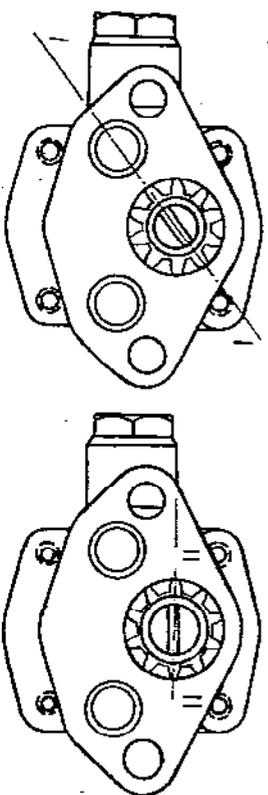

Abbildung 19:
Leichtes Anspringen des kalten Motors erfordert, daß die Luftklappe dicht geschlossen, die Drosselklappe aber dabei etwas geöffnet ist. Das geschieht automatisch durch die Stange 2 (Abbildung 19), die den Befüllungsmechanismus der Luftklappe mit dem mit einem Nocken versehenen Hebel 3 verbindet, der die Drosselklappe etwas öffnet. Die Einstellung des Leerlaufes wird bei warmem Motor nach Überprüfung der Zündung durchgeführt. Dafür sind zwei Schrauben vorgesehen (Abbildung 19): die Schraube 4 am Drosselklappenhebel reguliert die Menge und die Schraube 5 die Gemischzusammensetzung. Beim Hineindreuen der Schraube 4 wird die Drosselklappe geöffnet und die Drehzahl erhöht, beim Herausdrehen wird die Drosselklappe geschlossen und die Drehzahl verringert. Beim Hineindreuen der Schraube 5 wird die Gemischzusammensetzung magerer, beim Herausdrehen fetter.
2. Pumpenwelle so drehen, daß der Einschnitt für den Zapfen der Verteilerwelle schräg liegt (Abbildung 19 a).
3. Pumpe vorsichtig einsetzen. Wenn das Pumpenzahnrad und die Verteilerwelle in Eingriff gebracht worden sind, wird das gesamte gedreht. Der Einschnitt für den Zapfen der Verteilerwelle liegt dann horizontal (Abbildung 19 b).